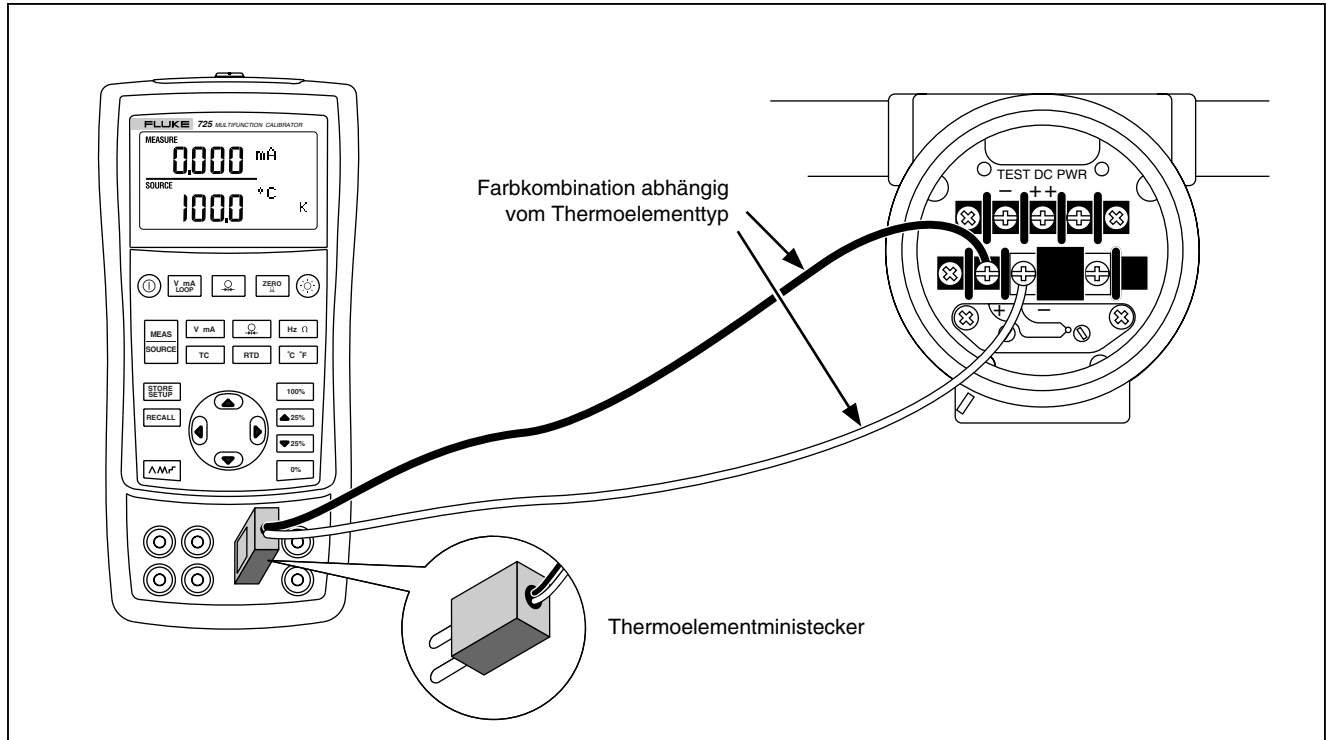

Abbildung 16. Verbindungen zum Simulieren eines Thermoelements
Die Kalibrator-TC-E/A-Buchse über den passenden Thermoelementministecker (polarisierter Thermoelementstecker mit flachen Inline-Stiften, Mittenabstand 7,9 mm [0,312 Zoll]) und Thermoelementdraht mit dem zu testenden Instrument verbinden. *Einer der beiden Steckerstifte ist breiter als der andere. Auf korrekte Stiftausrichtung achten, und keine Kraft anwenden.* Diese Verbindung ist in Abbildung 16 dargestellt. Zum Simulieren eines Thermoelements wie folgt vorgehen:
1. Die Thermoelementleiter gemäß Abbildung 16 mit dem geeigneten Thermoelementministecker verbinden und dann in die TC-E/A-Buchse des Kalibrators einstecken.